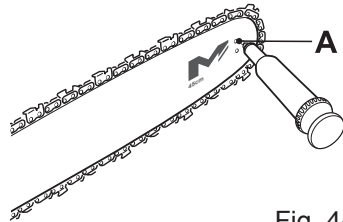

Fig. 44
- > Procurez-vous un pistolet de graissage jetable; insérez la pointe dans le trou de graissage (Fig. 44, A) et injectez l'huile jusqu'à ce qu'elle déborde du trou du pignon [5] (Fig. 44).